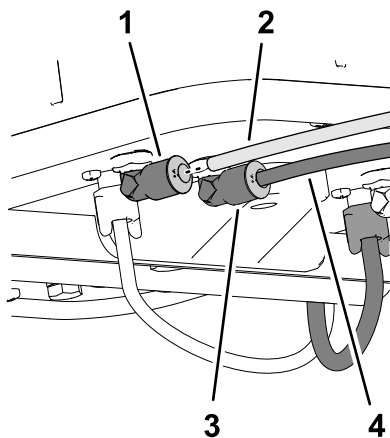

图144
2. 将透明管子插入压缩机侧板的空气接头 图143 和 图144。
3. 将蓝色管子插入压缩机侧板的液体接头 图143 和 图144。
5. 将透明管子插入压缩机侧板的空气接头 图143 和 图144。
6. 将蓝色管子插入压缩机侧板的液体接头 图143 和 图144。